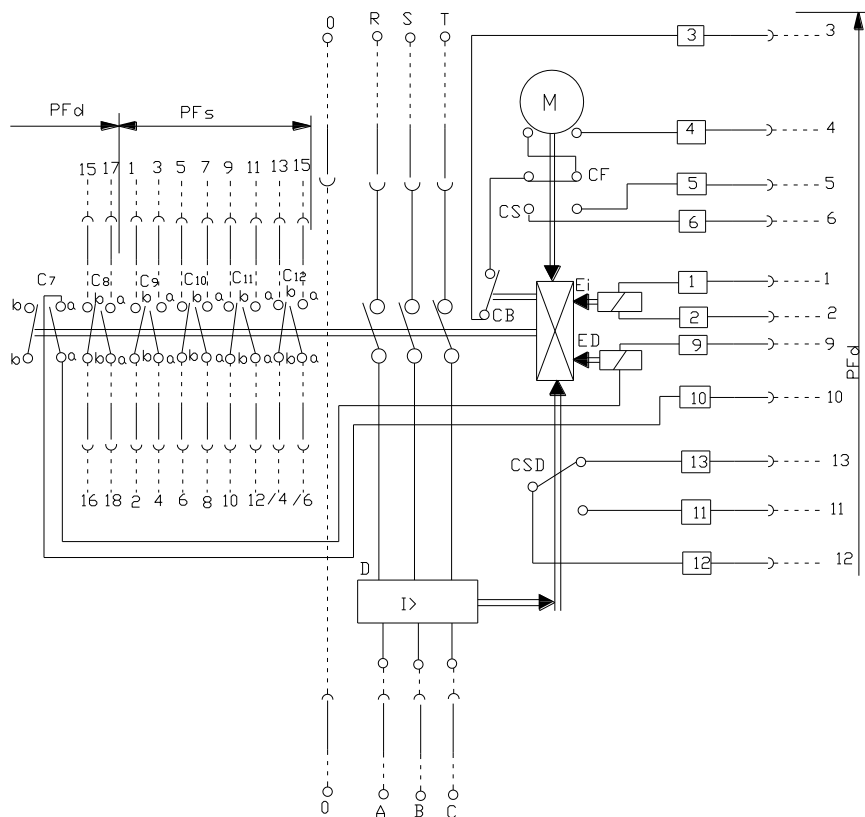

Fig. 7.8.
- protecție motoare – linii (CE - complet echipate, prevăzute cu DTm și ED) (fig.7.8).